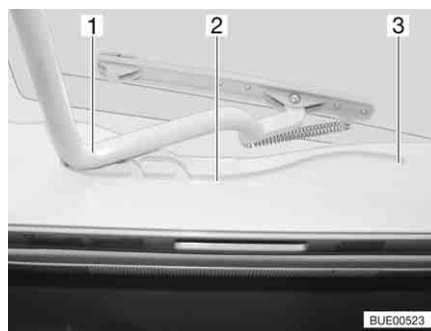

Fig. 23 Oblò inclinabile, guida
- Tirare la staffa (Fig. 23,1) nelle guide (Fig. 23,2) fino alla posizione più all'indietro (Fig. 23,3).
- Spingere la staffa (Fig. 23,1) leggermente verso l'alto con ambedue le mani.
- Tirare la staffa nelle guide (Fig. 23,2) fino alla posizione desiderata.